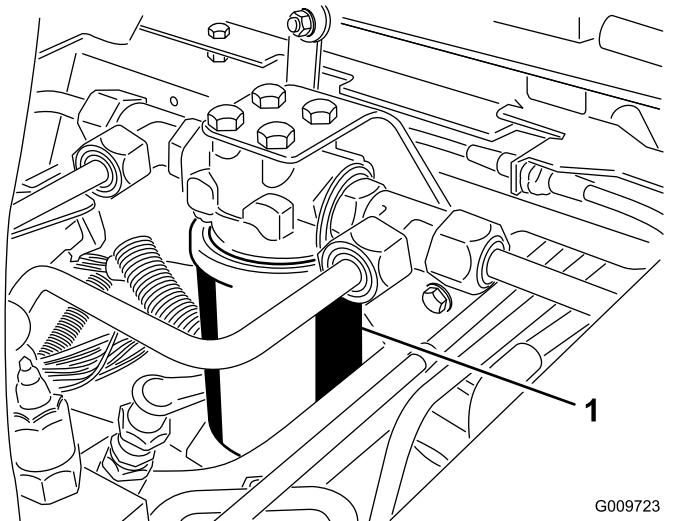
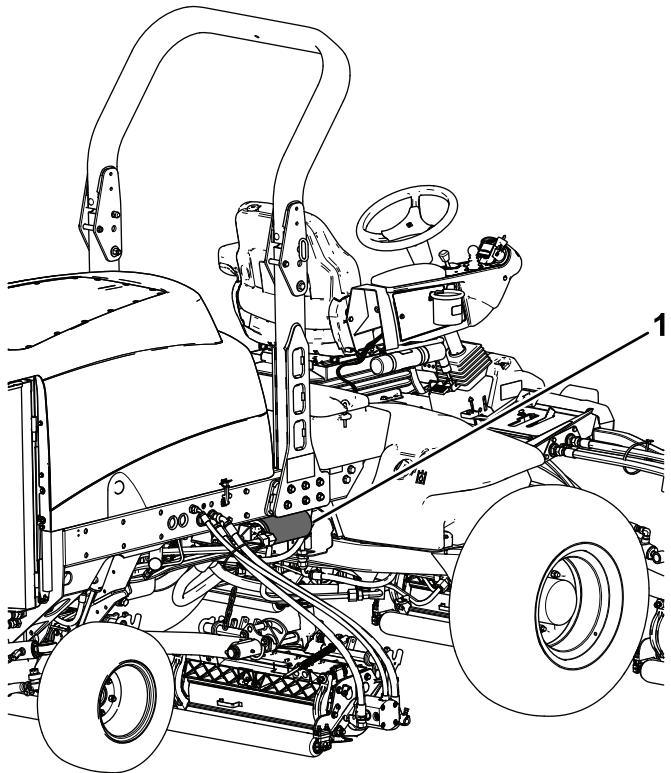

図 107
図 108
- フィルタ図 107 と 図 108 の取り付け部周辺をきれいにふき、下に廃油受けを用意し、フィルタを外す。